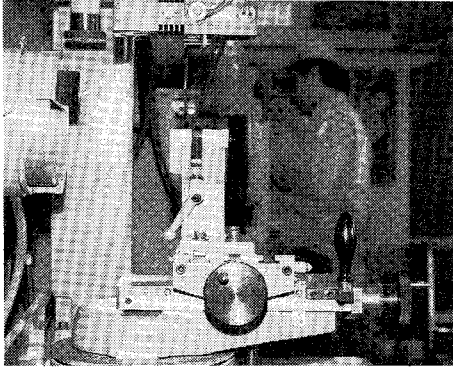
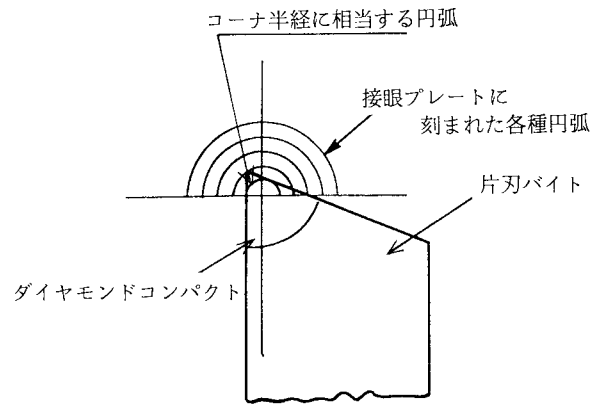

図1-16 旋回台のX，Yハンドルとクロステーブル
図1-17
② 投影器接眼プレート上に刻まれたバイトのコーナ半径に相当する円弧に、バイトの両切れ刃（主切れ刃と副切れ刃）が接するように旋回台のX，Yクロステーブルを動かして設定する（図1-16，図1-17）。